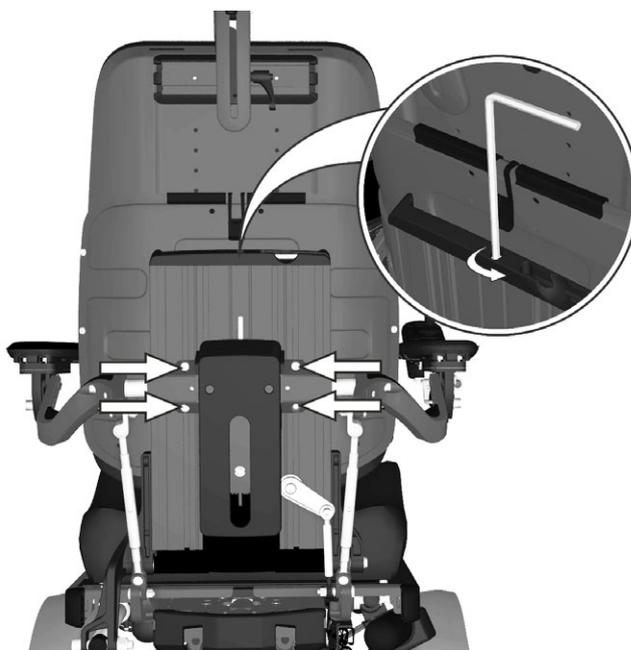

Abbildung 201. Die Höhe der Armlehne wird mit vier Schrauben fixiert. Die Höheneinstellung erfolgt mit Hilfe der Einstellschraube in der Mitte der Rückenlehne.
1. Die vier Schrauben abmontieren, die die Höhe der Armlehne fixieren. Siehe Abbildung. 201.
2. Gewünschte Position mit Hilfe der Einstellschraube an der Rückseite der Rückenlehne einstellen. Siehe Abbildung. 201.
3. Höhe der Armlehnen durch Festziehen der vier Schrauben an der Rückseite der Rückenlehne fixieren. Siehe Abbildung. 201.